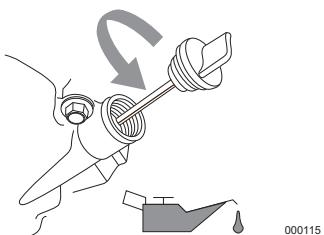

Figure 4-1. Plein d'huile moteur
3. Retirez le bouchon de remplissage d'huile et essayez la jauge. Voir **Figure 4-1**.